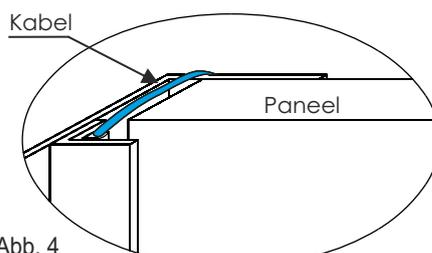

Abb. 4
- Verlegen Sie die Kabel zwischen Paneel und Metallregal wie in Abbildung 4 dargestellt.